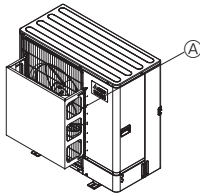

Fig. 2-3
- ② Asenna valinnainen ilmanohjain, jos yksikkö asennetaan paikkaan, jossa voimakkaat tuulet, kuten hirmumyrsky tms., voi puhaltaa suoraan ilman poistoaukkoon. (Fig. 2-3)